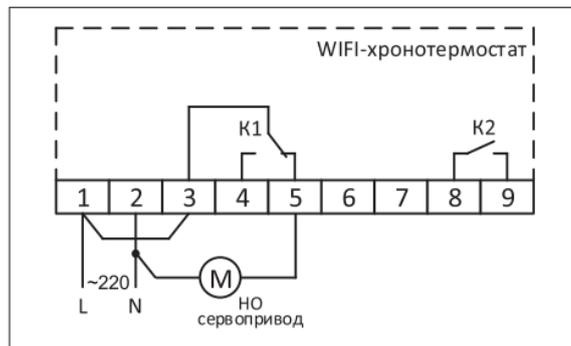

Рис. 2. Подключение нормально-открытых сервоприводов - 220 В
6.2.2. Для подключения нормально-открытого сервопривода необходимо установить перемычку между клеммами 1 и 3. сервопривод подключается к 2 и 5 клеммам (*рис. 2*).